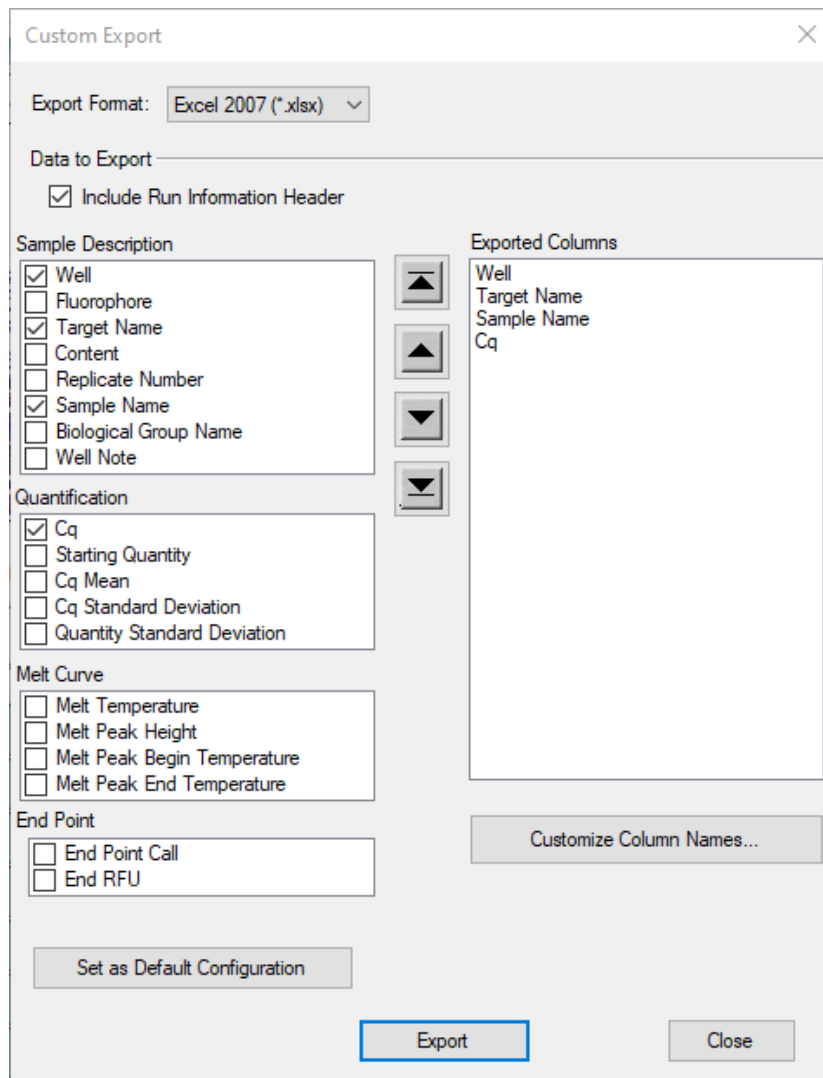

Abbildung 36 Benutzerdefinierte Datenexporteinstellungen für die CFX Maestro-Anwendung
- 3 Markieren Sie im Dialogfeld die Kontrollkästchen wie in **Abbildung 36** gezeigt. Überprüfen Sie den Abschnitt „Exported Columns“ (Exportierte Spalten), um sicherzustellen, dass dort die Optionen **Well** (Well), **Target Name** (Zielname), **Sample Name** (Probenname) und **Cq** (Cq) aufgeführt sind.